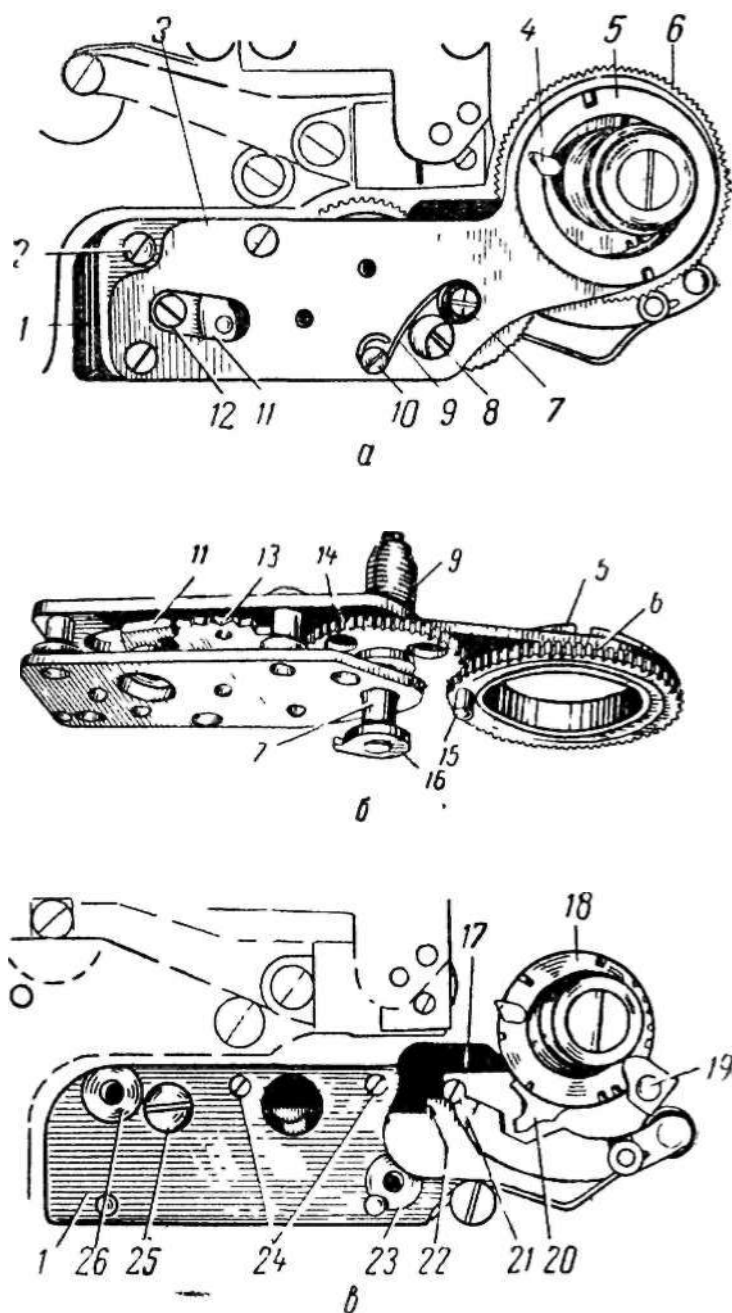

Рис. 79. Устройство механизма дополнительных выдержек:
Механизм замедления закреплен на основании 1 (рис. 79, а) двумя винтами 2 и 8. Чтобы разобрать механизм дополнительных выдержек, нужно отвинтить эти винты и извлечь механизм замедления.
Механизм замедления показан на рис. 79, б. Он состоит из анкерной вилки 11, анкерного колеса 13, шестерни с роликовым фрикционом (на рисунке не видна), ведущей шестерни 14 и шестерни 6 с пальцем 15. Шестерня 14 запрессована на оси 7 и вращается вместе с нею. На верхней части оси установлена рабочая пружина 9, вращающая механизм замедления. На нижнем конце оси установлен кулачок 16, который оттягивает запорный рычаг за уступ 22.
На рис. 79, в видно основание 1, под которым укреплен запорный рычаг 17. Под основанием находится пружина, прижимающая запорный рычаг к колонке 21. На этом рисунке механизм замедления снят. Если в таком положении завести, а затем спустить затвор, то первая (короткая) шторка затвора откроется, а вторая останется на месте. Это произойдет вследствие того, что запорный рычаг 17 задержит тормозной кулачок 20. Если отверткой сдвинуть запорный рычаг влево, то он освободит тормозной кулачок, и затвор закроется. Когда затвор собран, эту работу выполняет механизм замедления. Под действием пружины 9 (рис. 79, б) кулачок 16 захватит уступ 22 на запорном рычаге и отведет его в сторону. Пока затвор работает на коротких (основных) выдержках, кулачок 16 механизма замедления все время удерживает запорный рычаг 17 в оттянутом положении. Если затвор установить на любую из дополнительных (длинных) выдержек, то при заводе затвора рычаг выдержек 19 захватит палец 15 и повернет шестерню 6 на определенный угол. Вместе с шестерней 6 повернется и шестерня 14, на оси которой укреплен кулачок 16. Кулачок 16 в свою очередь освободит запорный рычаг 17, который под действием своей пружины сдвинется вправо и займет положение, преграждающее путь тормозному кулачку 20. Если в таком положении спустить затвор, то первая (короткая) шторка сразу откроется, а вторая, сдвинувшись на 1,5—2 мм, остановится, так как тормозной кулачок упрется в запорный рычаг. Вторая шторка будет открыта столько времени, сколько потребуется механизму замедления на то, чтобы под действием пружины 9 раскрутиться и ку-
Сборка и регулировка механизма замедления. Сборку и регулировку механизма замедления ведут в следующей последовательности. Сначала заводят затвор, затем рычаг выдержек устанавливают в прорезь диска выдержек, соответствующую выдержке 1/50 сек. После этого берут механизм замедления в левую руку так, чтобы большой палец левой руки касался анкерной вилки 11, и, вращая шестерню 6 правой рукой, заводят пружину механизма замедления на два-три оборота. Удерживая механизм замедления, левой рукой устанавливают его на основание 1 и закрепляют винтами, следя за тем, чтобы гайка 5 (рис. 79, а) была расположена симметрично вокруг втулки рычага экспозиций.
3. Кулачок 16 (рис. 79, б) задевает за колонку 21 (рис. 79, в)	Отпустив винты 2 и 8, сдвинуть механизм замедления влево и вновь затянуть винты
4. Туго перемещается запорный рычаг 17 (рис. 79, в)	Отвинтить на 1/4 оборота винт 25 и на 1/2 оборота завинтить винты 24 (рис. 79, в)
2. Соскочила пружина запорного рычага 17 (рис. 79, в), которая сдвигает его вправо	Снять основание 1 (рис. 79, в) и установить на место пружину. Для того чтобы снять основание 1, необходимо полностью разобрать затвор (см. «Полная разборка затвора» в описании фотоаппарата «Зоркий -3»)
2. Нарушилась установка механизма замедления и палец 15 (рис. 79,б) при установке выдержки 1/50 сек располагается не рядом, а над перемычкой рычага выдержек 19 (рис. 79,в). При оттягивании рычага выдержек вверх (для перевода на другую выдержку) отгибается вверх шестерня 6 с пальцем 15, а после перевода рычага выдержек палец 15 соскакивает с рычага, что и приводит к данной неисправности	Правильно установить механизм замедления и плотно затянуть винты 2 и 8 (рис. 79, а), в большинстве случаев при регулировке механизма дополнительных выдержек после этой неисправности оказывается, что шестерня 6 осталась отогнутой вверх и механизм работает неправильно». В таких случаях необходимо вновь снять механизм замедления и аккуратно отогнуть шестерню 6 вместе с платой вниз. На нужную высоту шестерню 6 можно установить, подпилив также прилив 21 (рис. 79,в).